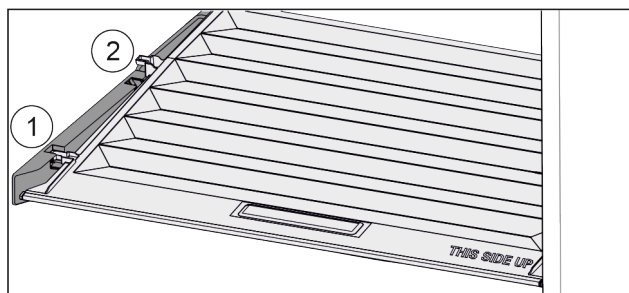

Fig. 59
- ▶ Tirare in avanti il coperchio fino all'apertura nei fermi Fig. 59 (1).
- ▶ Sollevare posteriormente dal basso e togliere verso l'alto Fig. 59 (2).